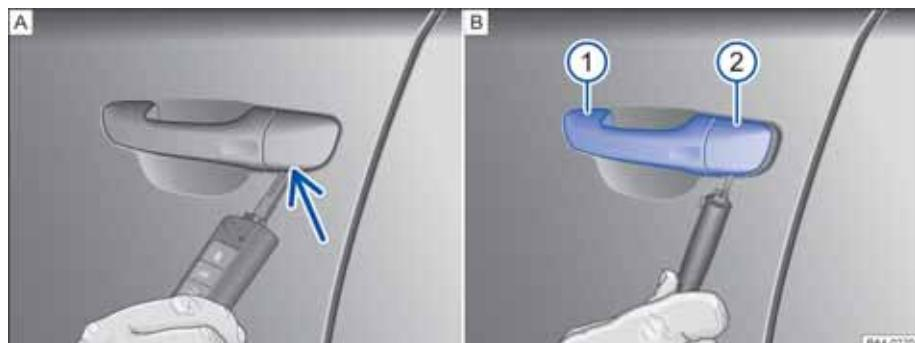

图 215 取下在驾驶员车门内车门锁的盖罩
- 拉起开门把手 ①。
- 将无线遥控钥匙的钥匙头从下面插入盖罩的开口内⇒图 215②。
- 转动钥匙以便松开盖罩并取下。⇒图 215